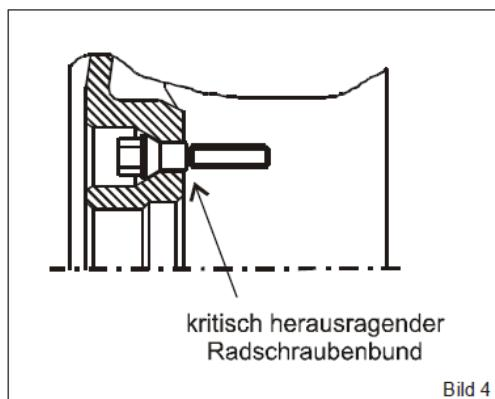
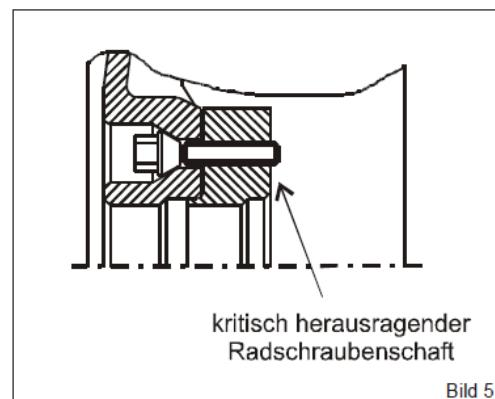

Bild 4
Bild 5
5. Überprüfen Sie, ob die Original-Radschrauben einen Bund aufweisen, welcher größer als der Gewindekerndurchmesser ist und aus dem Rad heraussteht (Bild 4). Überprüfen Sie weiterhin, ob die Originalradschrauben im montierten Zustand über den Distanzring herausstehen (Bild 5).